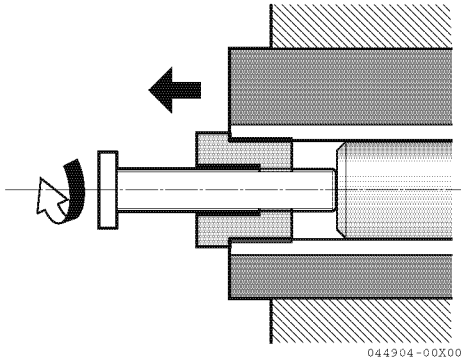

Figure 8
*Remarque : Lors du remplacement d'une turbine usagée par une neuve, la turbine doit avoir un filetage de M24 x 2 (**Figure 8**). Tournez le côté fileté M24 de la turbine sur le côté du capot et installez.*